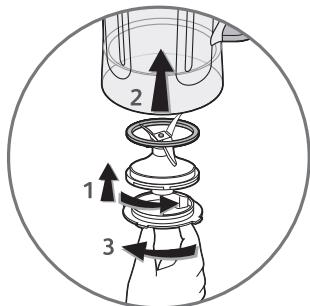

fig.1
- Assurez-vous que le joint d'étanchéité (E) soit bien positionné sur la base du porte-lames (F) (fig. 1).